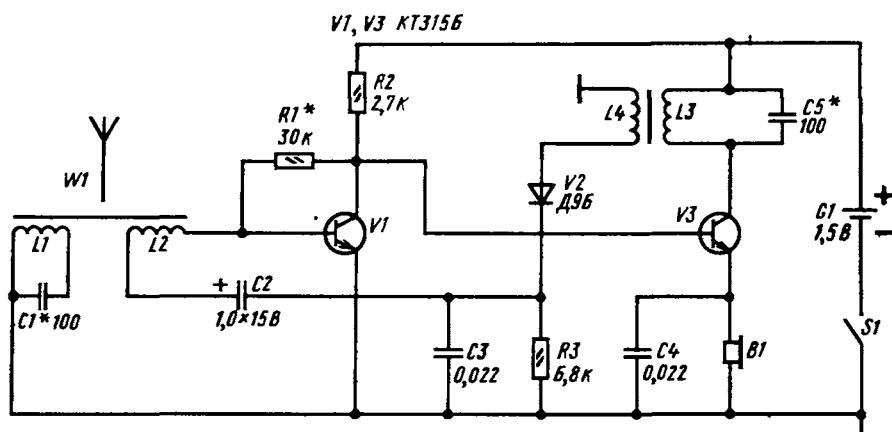

Рис. 210. Двухконтурный рефлексный приемник с низковольтным питанием
**Первый вариант – двухконтурный 2-V-2 с низковольтным питанием.** Его принципиальная схема показана на рис. 210. Приемник, как видишь, двухтранзисторный, с внутренней магнитной антенной на входе и телефонном на выходе. Питаешься от одного гальванического элемента 316 или 332, он обеспечивает уверенный прием программ одной местной или удаленной мощной радиовещательной станции. Потребляемый ток не превышает 1,5 мА. Это значит, что энергии одного элемента хватает на 200–300 ч непрерывной работы приемника.